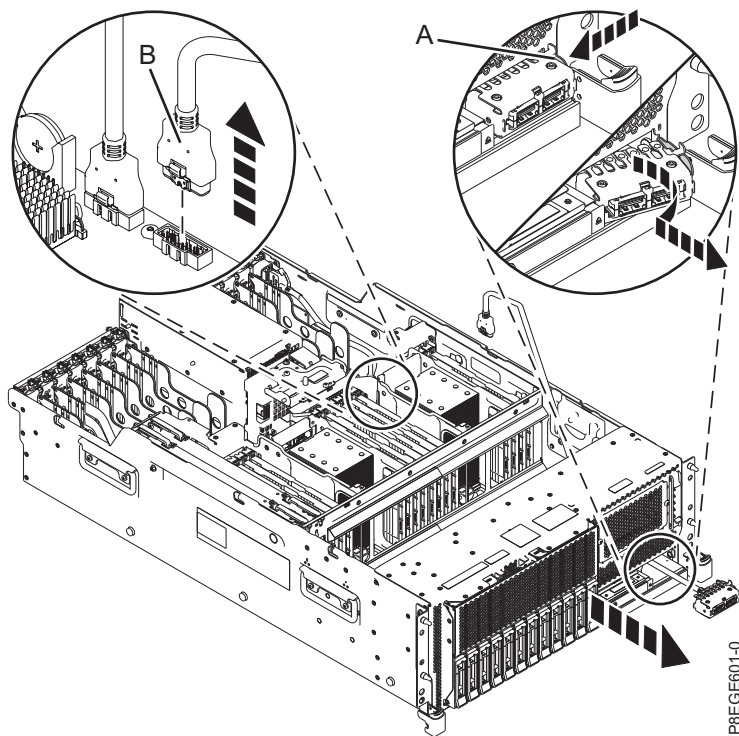

Figura 2. Desconexión del cable USB de la placa posterior del sistema
5. Desenchufe el cable USB frontal (**B**) de la placa posterior del sistema como se muestra en la Figura 2 en la página 5.
6. Desbloquee el alojamiento del cable USB (**A**) de la parte frontal del sistema. Empuje el lado derecho del alojamiento y gírelo a la izquierda mientras tira de él hacia usted. Consulte la Figura 2 en la página 5.